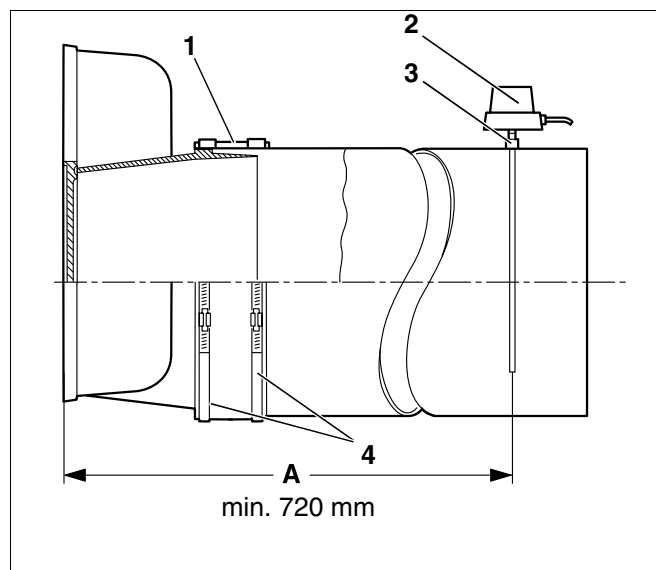

Fig. 33 Montage - Tuyau de fumées
Il est conseillé d'utiliser une manchette d'étanchéité de tuyau de fumées (fig. 33, pos. 1).
- Poser les colliers de serrage (fig. 33, pos. 4) sur la manchette d'étanchéité du tuyau de fumées. L'un des colliers de serrage doit serrer la buse du collecteur de fumées et l'autre le tuyau de fumées.
- Souder le manchon (fig. 33, pos. 3) dans le tuyau de fumées en respectant une distance par rapport au collecteur des fumées égal à 2 fois le diamètre de la buse de fumées (A) - mini. 720 mm.
- Monter la sonde (fig. 33, pos. 2) conformément à la notice de montage livrée séparément.